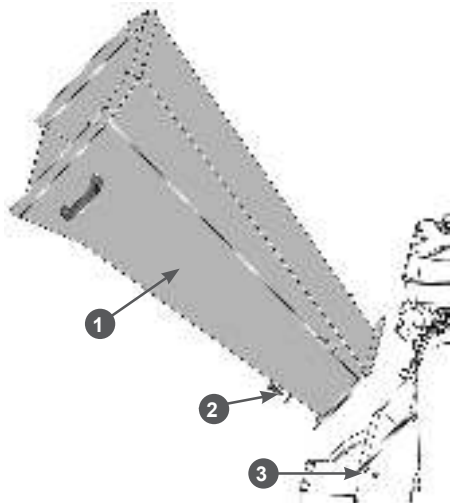

Рис. 11 Установка загрузочной воронки
- Установите загрузочную воронку на фланец корпуса измельчителя и закрепите её с помощью болтов M10x30, шайб и гаек M10 (Рис. 11). После этого соедините разъемы цепи аварийного выключателя 5 (Рис. 2) зажигания (разъем проводов от выключателя на загрузочной воронке и разъем проводов от двигателя).